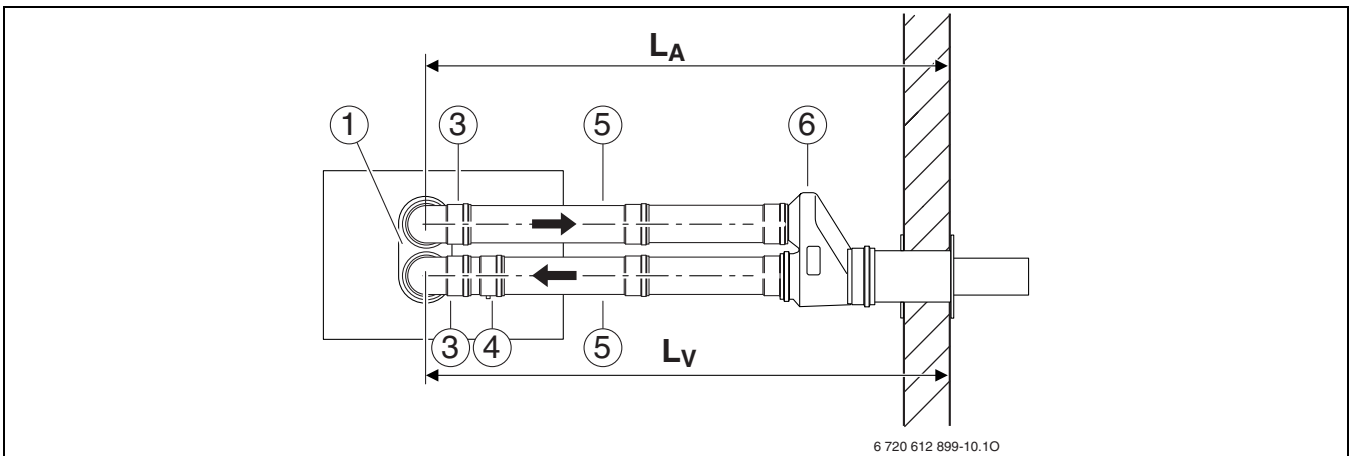

Fig. 12 Conducto de evacuación-admisión según C12
- Conducción de gas de escape según  $C_{12}$  (fig. 12):